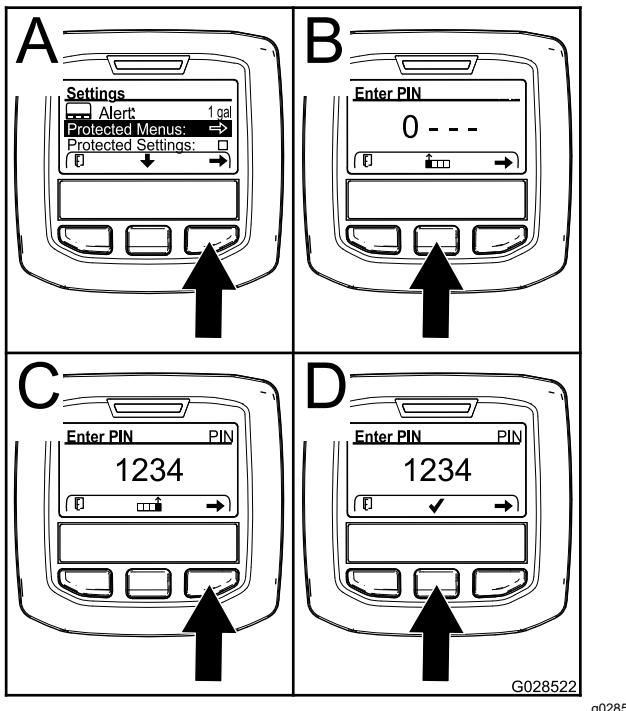

Рисунок 25
3. Чтобы ввести ПИН-код, нажмите среднюю кнопку и удерживайте ее в нажатом положении до появления первой цифры, затем нажмите правую кнопку, чтобы перейти на следующую цифру (Рисунок 25В и Рисунок 25С). Повторяйте этот пункт до тех пор, пока не будет введена последняя цифра, затем нажмите правую кнопку еще раз.
4. Нажмите среднюю кнопку для ввода ПИН-кода (Рисунок 25Д).